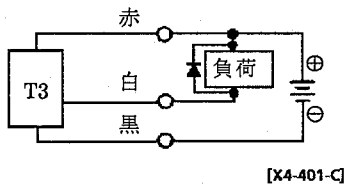

図3 誘導負荷にサージ吸収素子(ダイオード)を併用した例。ダイオードは日立製作所製V06C又は相当品を使用してください。
- 誘導性負荷(リレー、電磁弁)を接続する場合には、スイッチOFF時にサージ電圧が発生しますので図3に示す保護回路を必ず設けてください。